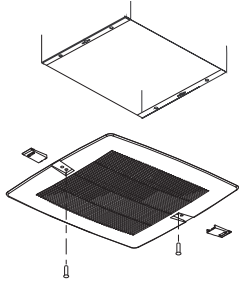

Figura 8 — Fijación de la Rejilla
3. Deslice las cubiertas del tornillo de acoplamiento sobre los tornillos de acoplamiento, como se muestra en la Figura 8.